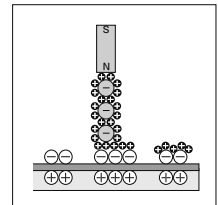

図3
(3)静電気が残った絵のところに黒い粉(+)をふりかけ、見えなかった絵を見えるようにします。これを『げんぞう現像』といいます。(図3)